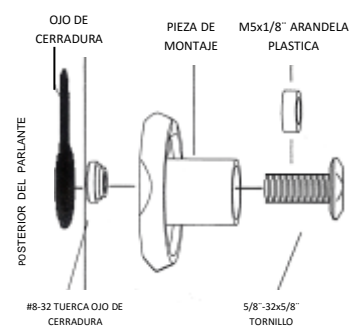

FIGURA 4
- Ligeramente antes de montar la pieza de montaje pruebe con el tornillo 5/8"-32x5/8" y la tuerca de ojo de cerradura (Figura 4).
- Tensione suavemente la pieza de montaje con el parlante mientras se aprieta el tornillo 5/8"-32x5/8" (Figura 4).
- Si este no se ajusta bien contra el parlante, será necesario el uso de la arandela plástica M5x1/8" como una cuña debajo de la cabeza del Tornillo 8-32x5/8" (Figura 4).